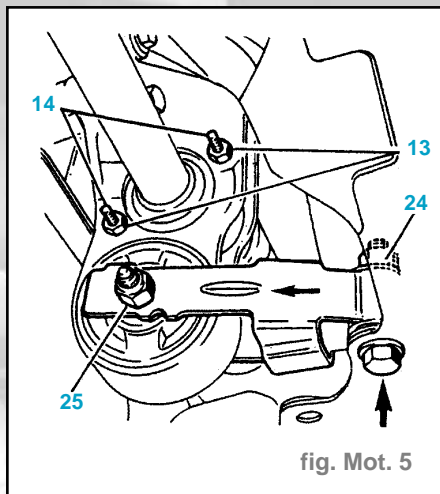
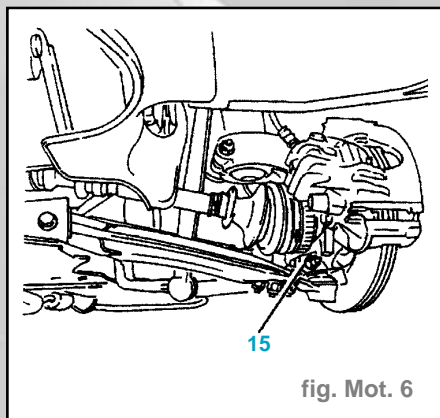

fig. Mot. 5
fig. Mot. 6
- Déposer la biellette anticouple (fig. Mot. 5).
- Desserrer les écrous (13).
- Tourner d'un demi-tour les vis (14) pour dégager leur tête du logement du roulement.
- De chaque côté, déposer les vis (15) (fig. Mot. 6).
- Reposer la biellette anticouple (fig. Mot. 5).
- l'écrou (24) à **7 daN.m**,
- l'écrou (25) à **5 daN.m**,
- les écrous (13) à **1,75 daN.m**.
- Serrer les vis (15) à **3 daN.m** (fig. Mot. 6).